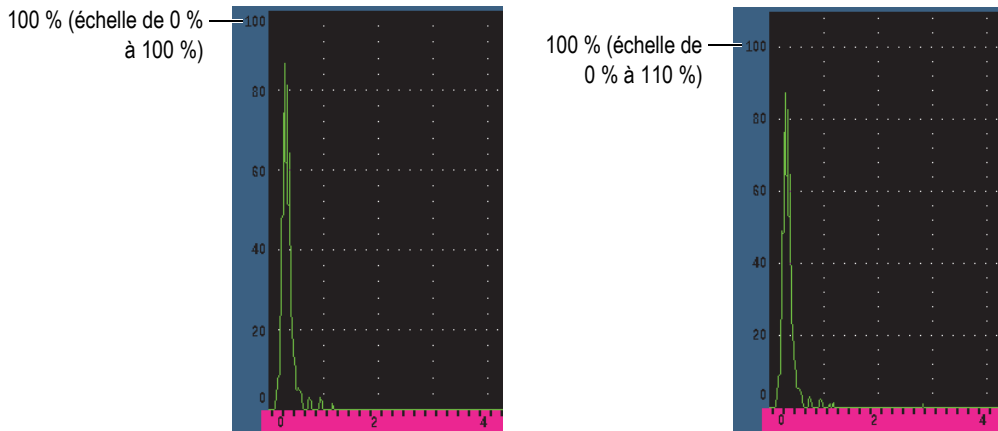

Figure 6-5 Modes d'affichage des grilles de l'axe des y :
5. Sélectionnez le mode de grille de l'axe des y désiré (voir la Figure 6-5 à la page 136).